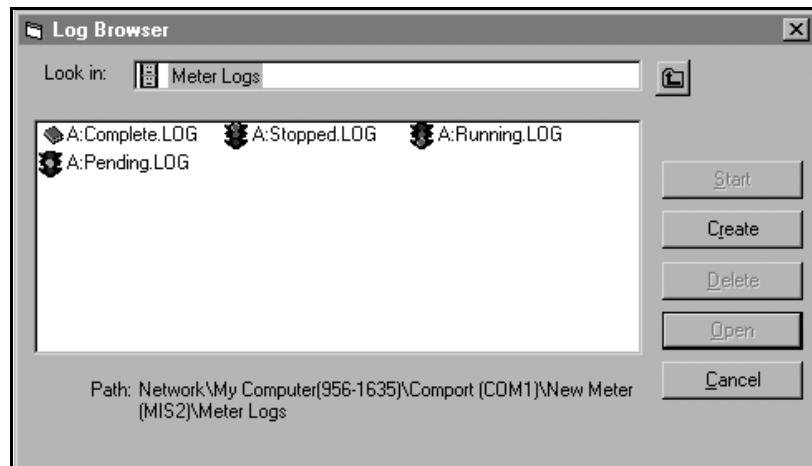

Рис. 25: Окно просмотра журнала
3. Дважды нажмите на журналы ПК, чтобы получить к ним доступ или по имени *последовательного порта* и имени *счетчика* для доступа к сохраненным журналам учета. В любом случае *Log Browser* похож на тот, что отображен на *Рис. 25* внизу.